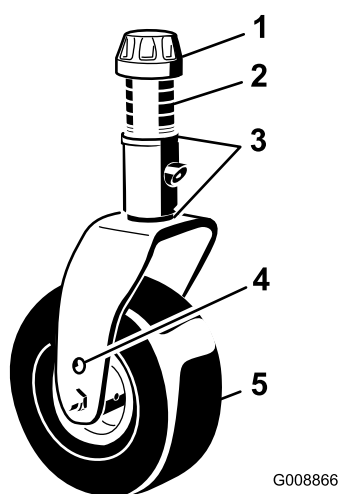
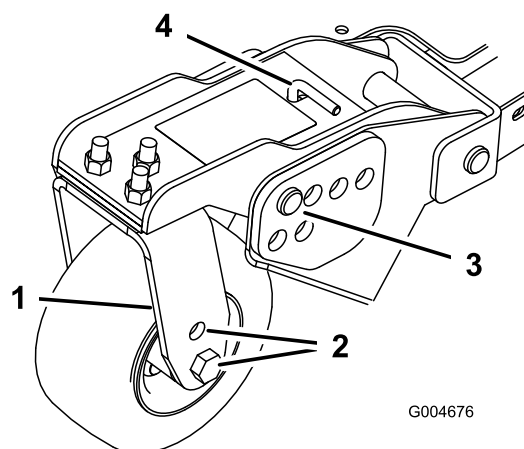
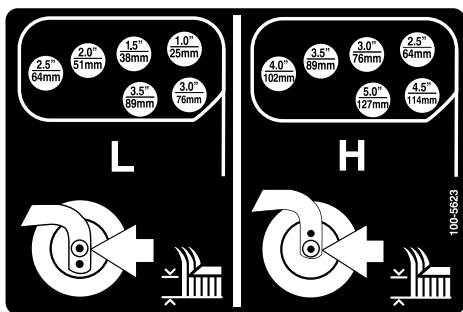

Figura 26
Figura 28
Figura 29
1. Posizionate gli assali delle ruote orientabili negli stessi fori di tutte le forcelle (Figura 26 e Figura 28).
2. Togliete il cappuccio di tensione dall'asse del perno ed estraete il perno dal braccio della ruota orientabile (Figura 26).
5. Togliete la coppiglia ed i perni con testa dai bracci di rotazione delle ruote orientabili (Figura 28).
6. Girate il tenditore per alzare o abbassare il braccio di rotazione finché i fori non sono allineati con i fori della staffa dell'altezza di taglio selezionati, nel telaio del piatto di taglio (Figura 28 e Figura 29).